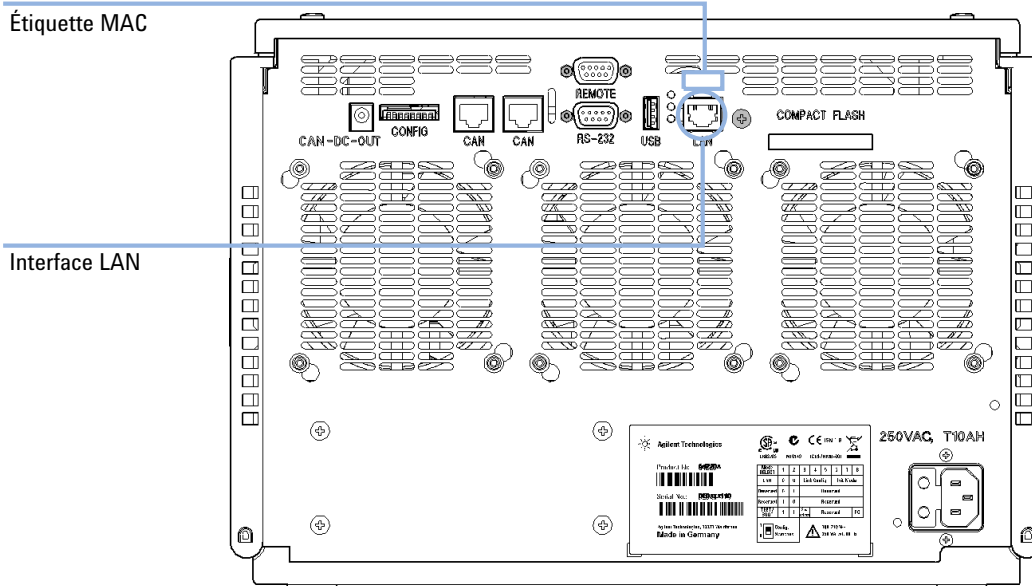

Figure 35 Emplacement des interfaces réseau et de l'étiquette MAC
- 1 Notez l'adresse MAC (Media Access Control) et conservez-la. L'adresse matérielle ou adresse MAC des interfaces réseau est un identificateur international unique. Aucun autre élément de réseau ne possède la même adresse matérielle. Vous trouverez l'adresse MAC sur une étiquette située à l'arrière du module (voir la Figure 35, page 241).
- 2 Connectez l'interface réseau de l'instrument (cf. Figure 35, page 241) à